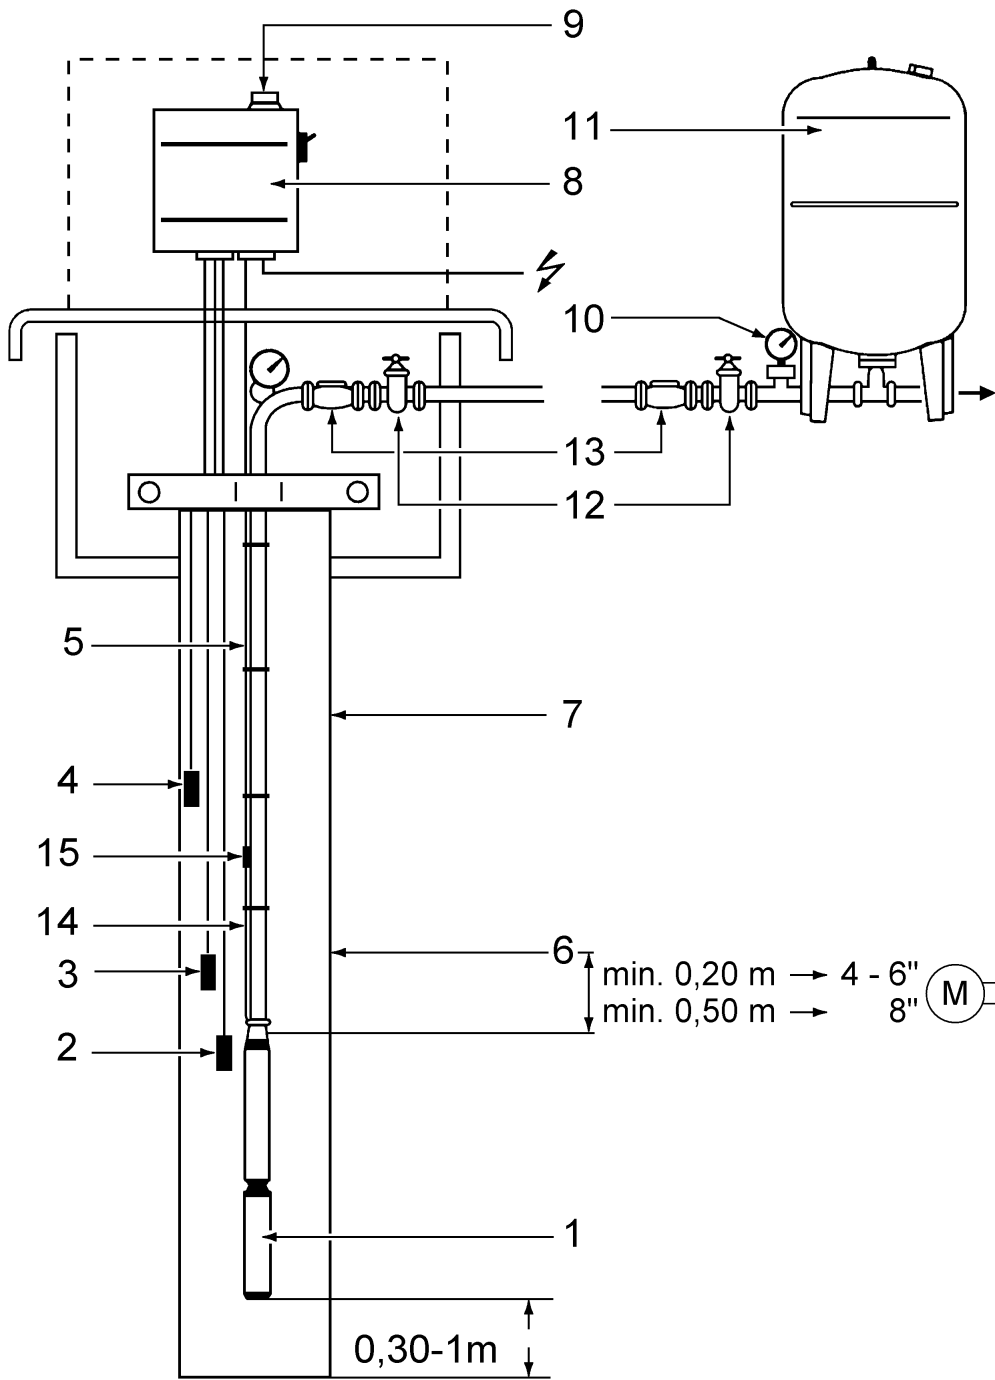

Fig. 1
4.1 Beschreibung (siehe Bild 1)